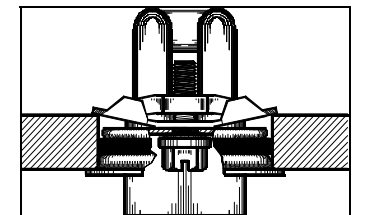

Figure 3 - Chauffe-bloc bien serré dans le bloc.
7. Serrez la vis de verrouillage dans le sens horaire, à un couple maximal de 2,26 à 2,82 N-m (20 à 25 po-lb) (fig.3).